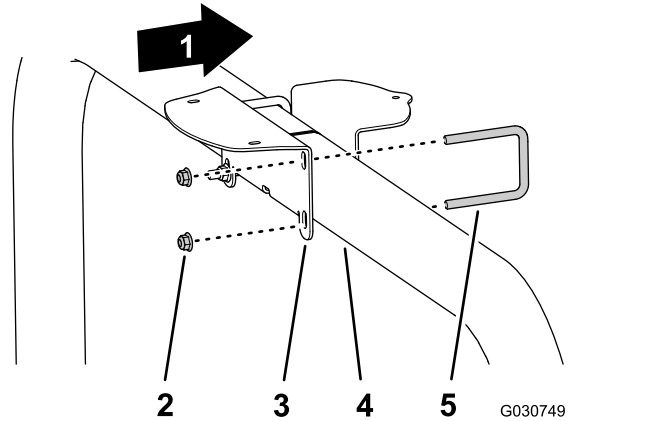

Figura 143
- Se la vostra macchina è configurata con il sistema di navigazione satellitare (GNSS) con sistema WAAS (Wide Area Augmentation System), montate il supporto del ricevitore sul tubo del ROPS (Figura 143) con i 2 bulloni a U e 4 dadi di bloccaggio flangiati (3/8").